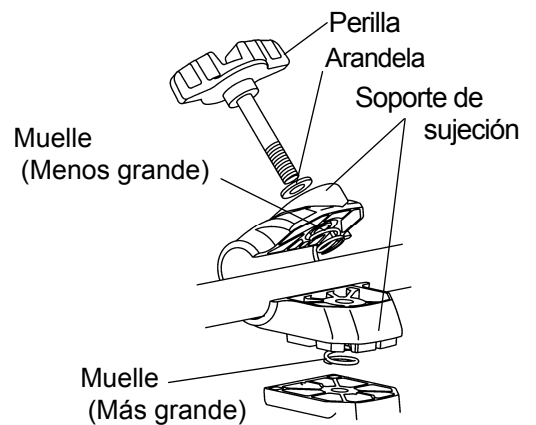

Fig.2
3. Y las otras partes se ensamblan como se muestra en la fig. 2.